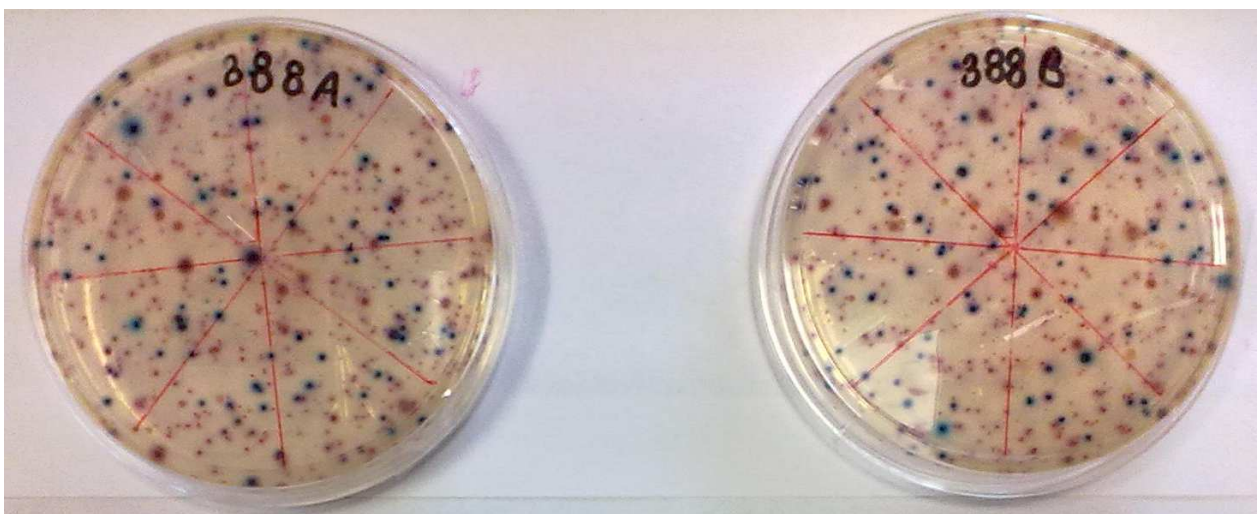

Figura 10. Placas con crecimiento de *Escherichia coli* (*E. coli*) (puntos azules) y otras coliformes (puntos rosas).
2. Cuento todas las colonias presentes en la placa que tienen una coloración de rosado a rojo oscuro. Estas son colonias de bacterias coliformes totales (Figura 10).
3. Cuento todas las colonias presentes en la placa que tienen una coloración de azul a violeta. Estas son colonias de *E. coli* y varían en color desde un verde-azul o turquesa hasta un violeta oscuro (Figura 10). Anote cada resultado en la Hoja de Datos.